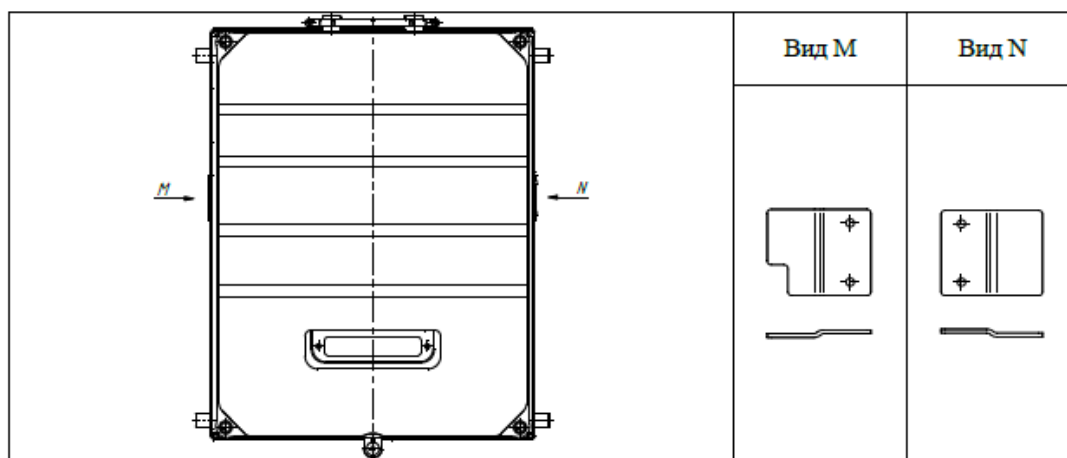

Рис. 1
- наличие и соответствие пластин избирательности (рисунок 1);